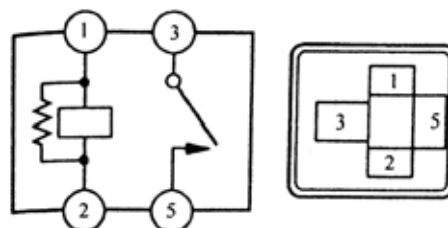

图 9-42
1)检查端子之间是否导通，如图 9-42 和表 9-23 所示。